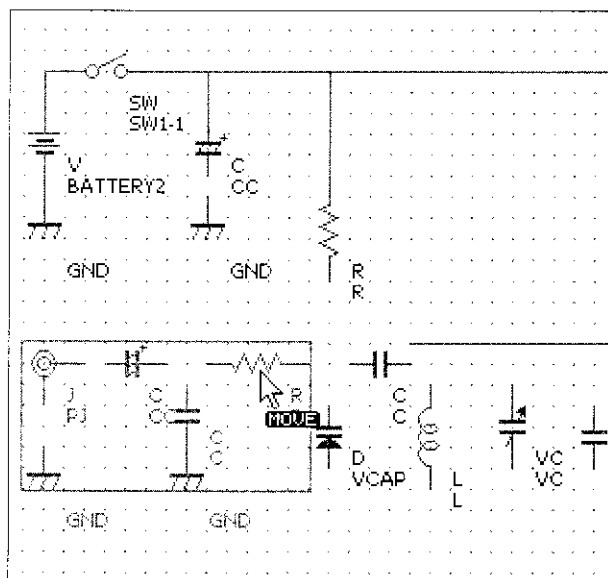

図16 部品をつないでいく複数のパーツを選択すれば、その形状を保ったまま移動することができる
- ④ バランスを考えて, 適時, 回路ブロックを移動させます(図16).